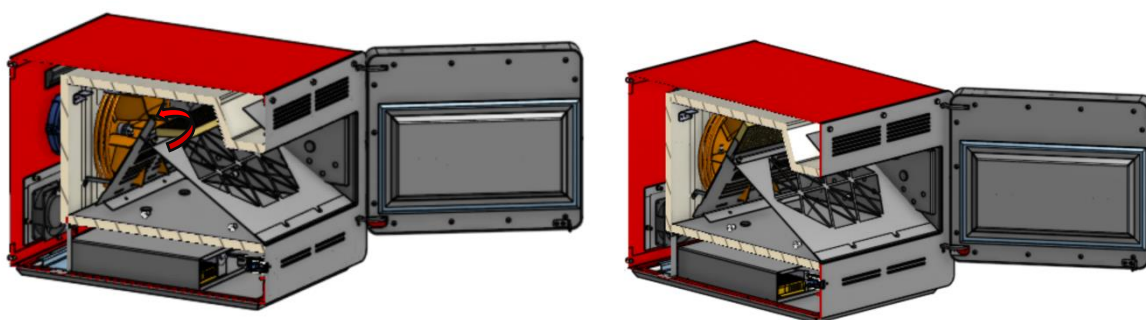

Figura 5. Introducción del filtro
- Introducir la placa de protección de forma inclinada (Figura 5) dentro de la cámara y colocar el filtro en el porta-filtro.